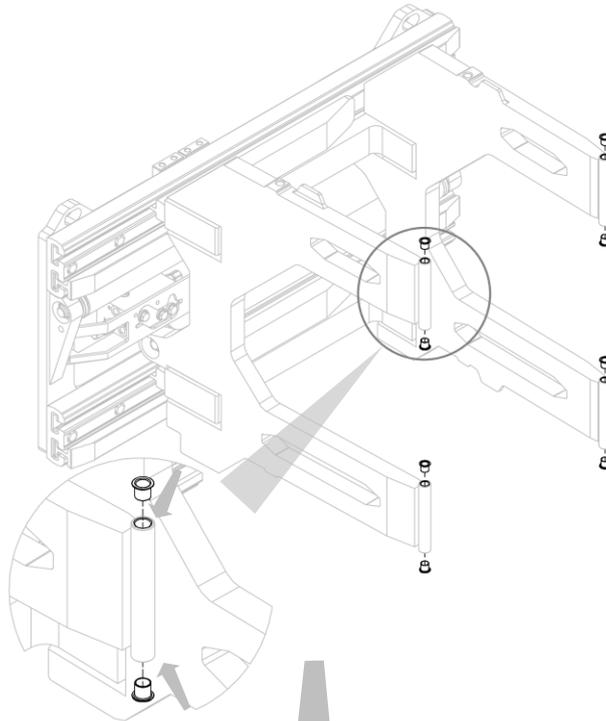
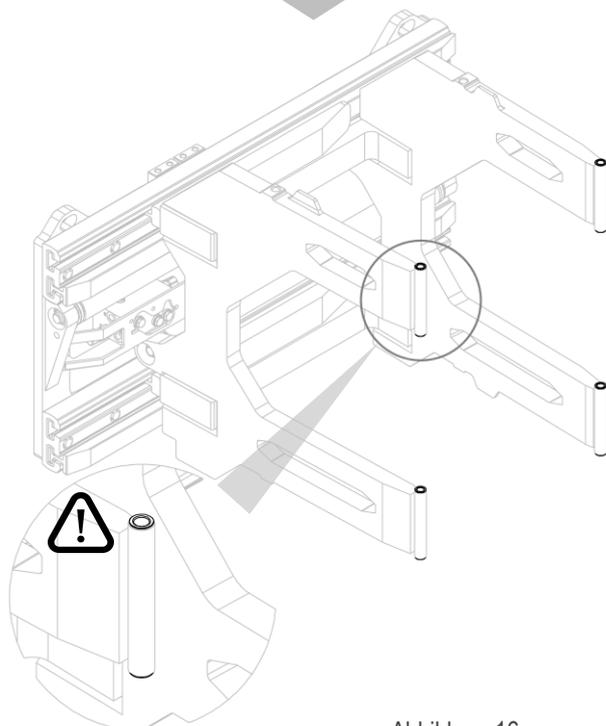

Abbildung 15
Abbildung 16
2. Setzen Sie die Buchsen zum Schwenken in ihre Aufnahmen (siehe *Abbildung 15* e *Abbildung 16*).